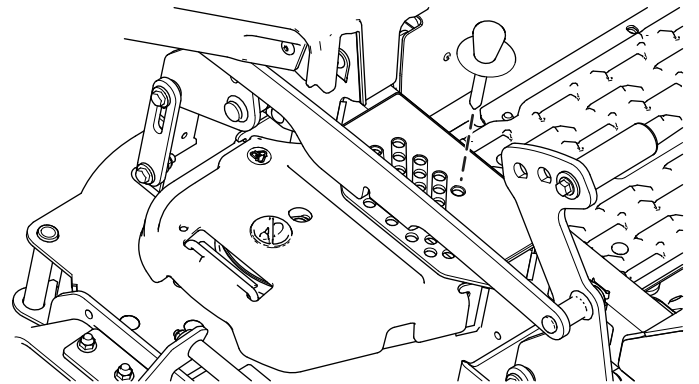

Figura 27
2. Inserite il perno dell'altezza di taglio nella posizione dell'altezza di taglio da 127 mm della staffa Figura 27.